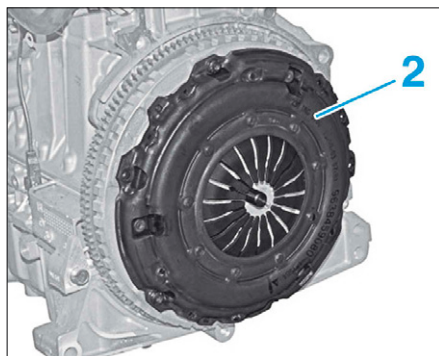

FIG. 3
- Mettre en place le mécanisme d'embrayage (2) (Fig.3).